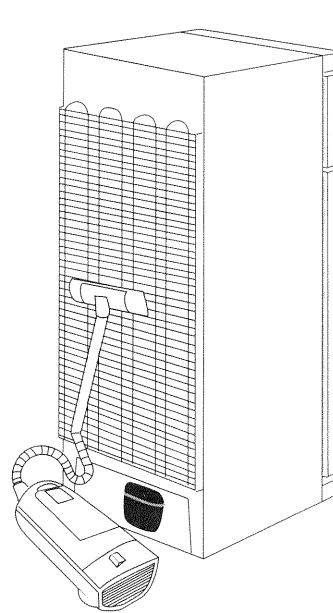

fig. 1
- Dépoussiérez une fois par an la grille du condenseur située à l'arrière de votre appareil (fig. 1).